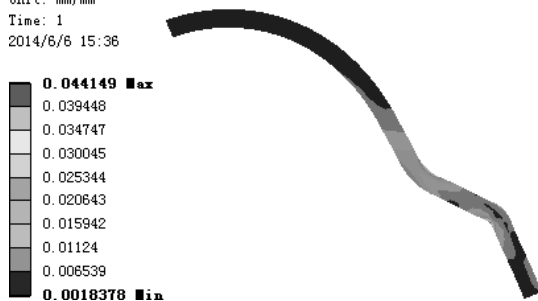

图 7.5.46 应变结果图解
(4) 查看应变结果图解。在“Outline”窗口中选中 **Equivalent Elastic Strain**，查看图 7.5.46 所示的应变结果，其最小应变为 0.0018378 mm/mm，其最大应变为 0.044149 mm/mm。